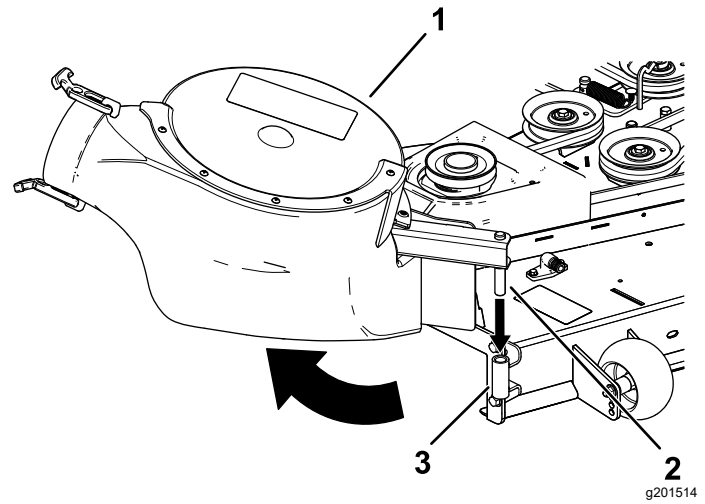

Figura 24
2. Introduceți fusul de basculare al suflantei în suportul suflantei și rotiți ansamblul suflantei spre interior, spre maină (Figura 24).